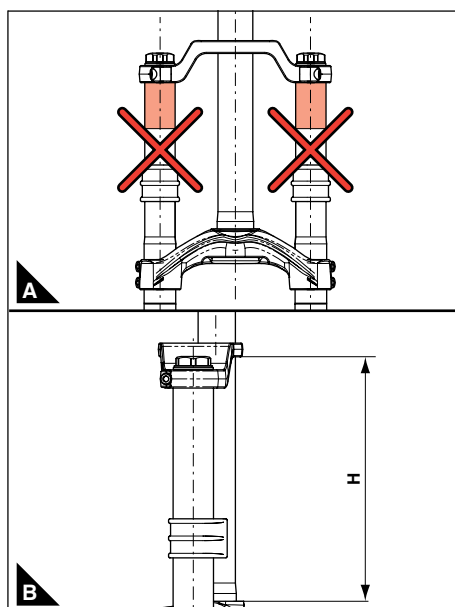

Abb. 2 - Montage von Gabeln mit doppelter Gabelbrücke am Rahmen: **(2A)** Befestigung Gabelbrücken, **(2B)** maximale Länge des Lenkerrohrs zwischen den Gabelbrücken
- Bei Gabeln mit doppelter Gabelbrücke muss die maximale Länge des Lenkerrohrs zwischen den beiden Gabelbrücken (siehe **Abbildung 2 B**) unter den Werten in **Tabelle 3** liegen.